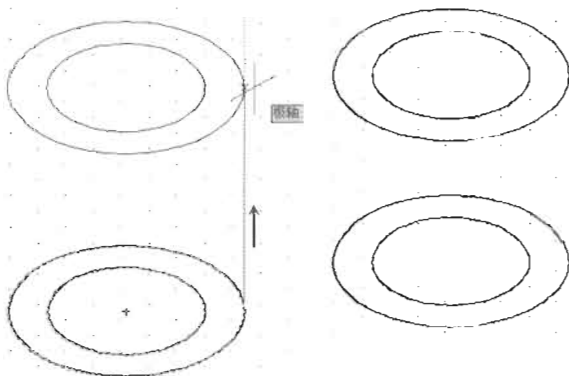

图 11-15
(3) 按 F5 键切换到右视图, 使用 `copy` (复制) 命令沿 z 轴复制轴测圆, 如图 11-15 所示。